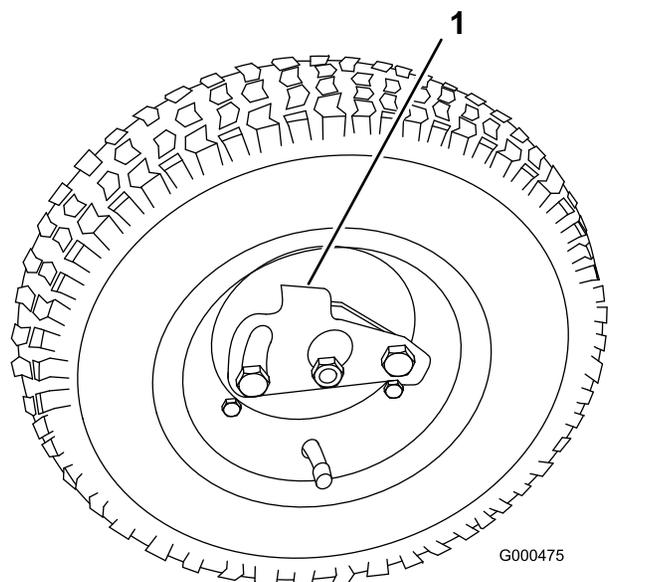

図 10
2. 車輪についているロッククリップが車軸に掛かるようにして車輪を六角シャフトに通す 図 10。